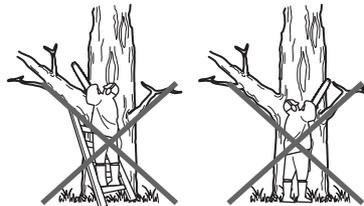

Fig. 31
- > Ne pas utiliser l'outil avec les bras entièrement tendus ni tenter de scier dans des zones d'accès difficile ou debout sur une échelle. Ne jamais utiliser l'outil au-dessus de la ligne des épaules. (Fig. 31).